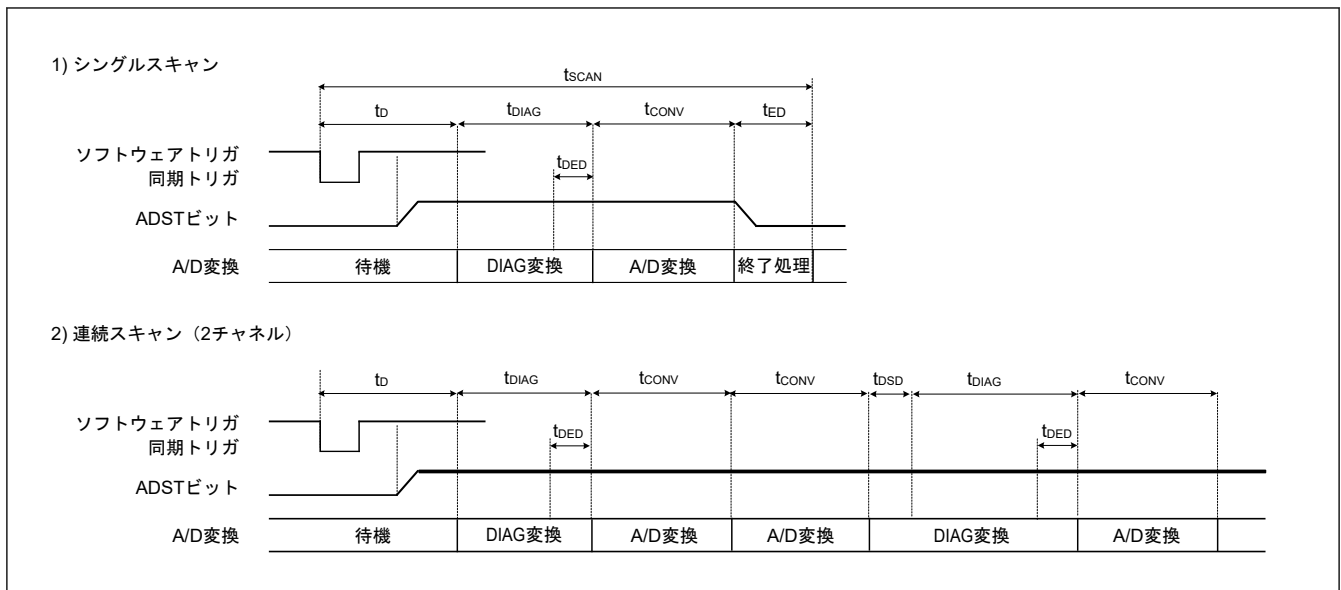
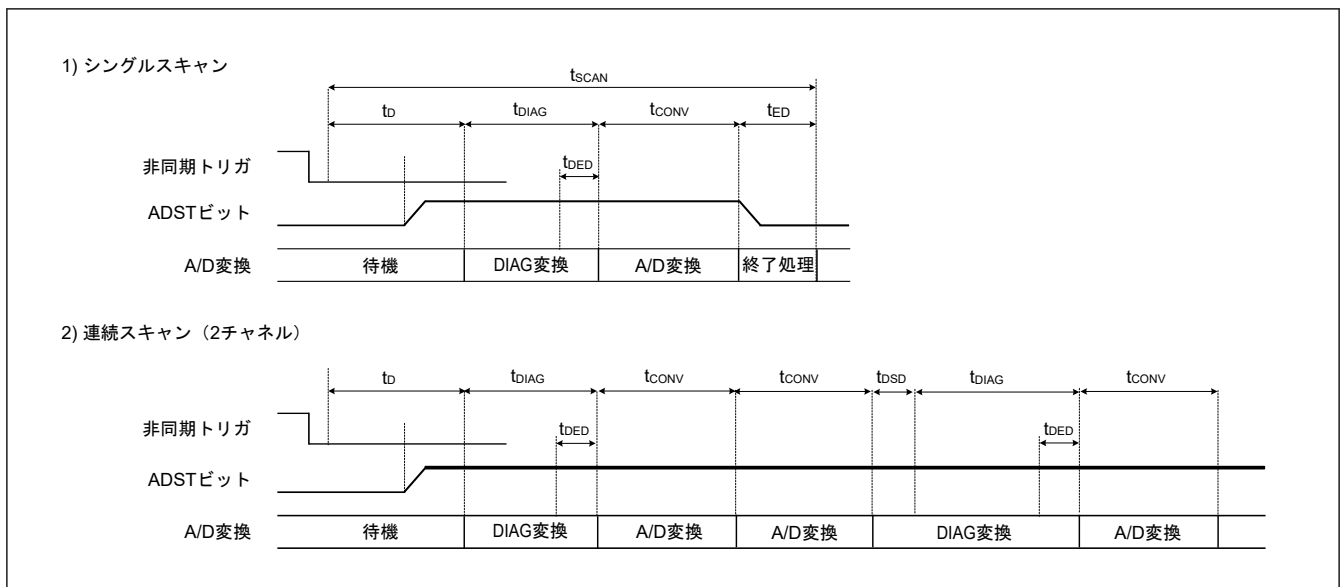

図 29.25 スキャン変換のタイミング (ソフトウェア起動または同期トリガ入力 (ELC) 起動の場合)
図 29.26 スキャン変換のタイミング (非同期トリガ入力 (ADTRG0) 起動の場合)
図 29.25 に、ソフトウェアトリガまたは同期トリガ (ELC) 起動によりスキャン変換を行う場合のタイミングを示します。また、図 29.26 に、非同期トリガ (ADTRG0) 起動によるスキャン変換を行う場合のタイミングを示します。スキャン変換時間 (t_{SCAN}) はスキャン変換開始遅延時間 (t_D)、断線検出アシスト処理時間 (t_{DIS})^(注1)、自己診断変換時間 (t_{DIAG} および t_{DSD})^(注2)、A/D 変換処理時間 (t_{CONV})、およびスキャン変換終了遅延時間 (t_{ED}) を含めた時間となります。
- 注 1. t_D、t_{DIAG}、t_{CONV}、および t_{ED} の各タイミングについては、図 29.25 および 図 29.26 を参照してください。